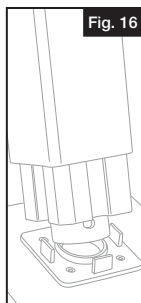
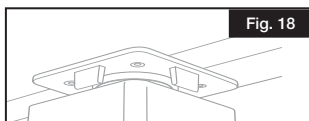
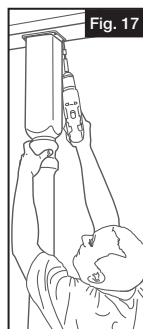

Fig. 16
Fig. 18
Fig. 17
Place the remaining base over the column and flush to the vinyl sleeve with the holes in the collar of the base aligned with the pistons, release the pins to their final position locking the base to the column. Be sure the base is firmly attached (Fig. 16).
8. Installer le poteau en alignant la colonne structurale en aluminium sur la partie circulaire de la plaque de base en aluminium du bas (Fig. 16). Une fois que le poteau est placé sur la base, descendre le manchon en vinyle sur les languettes en saillie sur l'extérieur de la base (Fig. 17). Ensuite, en s'assurant que la plaque de base du haut est bien alignée sur le poteau de véranda, abaisser la structure du toit jusqu'à ce qu'elle soit en place (Fig. 18 et 19).
Placer l'autre base sur la colonne de manière à ce qu'elle affleure le manchon en vinyle et que les trous dans le collet de la base soient alignés sur les pistons. Avancer les goupilles au dernier cran pour verrouiller la base à la colonne. S'assurer que la base est bien attachée (Fig. 16).
Placer le poteau à l'endroit désiré et fixer la plaque de montage du haut au poteau à l'aide de quatre attaches à profil bas. S'il s'agit d'une installation sur une surface en bois traité CAQ ou en béton, ne pas oublier d'utiliser un joint universel (Fig. 17).
8. Instale el poste alineando la columna estructural de aluminio sobre la porción circular de la placa base de aluminio inferior (Fig. 16). Una vez asentado en la base, baje la funda de vinilo por encima de las lengüetas en la parte exterior de la base (Fig. 17). Ahora con la placa base superior alineada con el poste de la terraza, baje la estructura del techo en su lugar (Fig. 18 y 19).